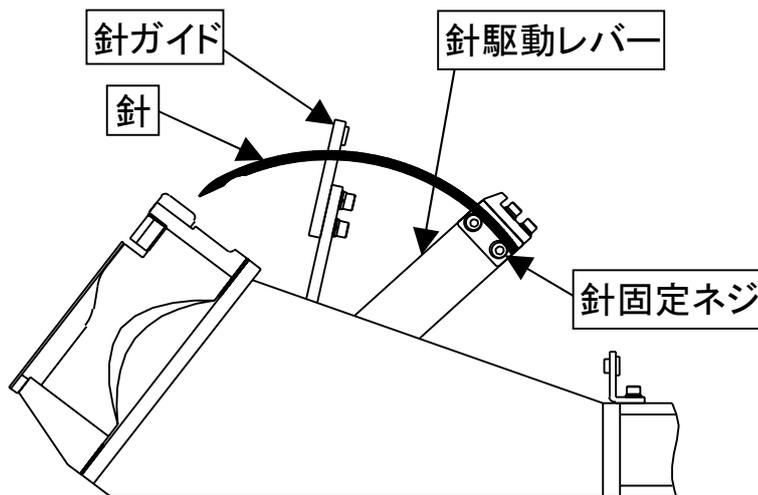

図1
- ① 針固定ネジを2本緩めて不要の針を外して下さい。
- ② 針駆動レバーの後ろ側に揃えて（図1）針固定ネジを軽く締める。
- ③ カマ回り止めを外して下さい。